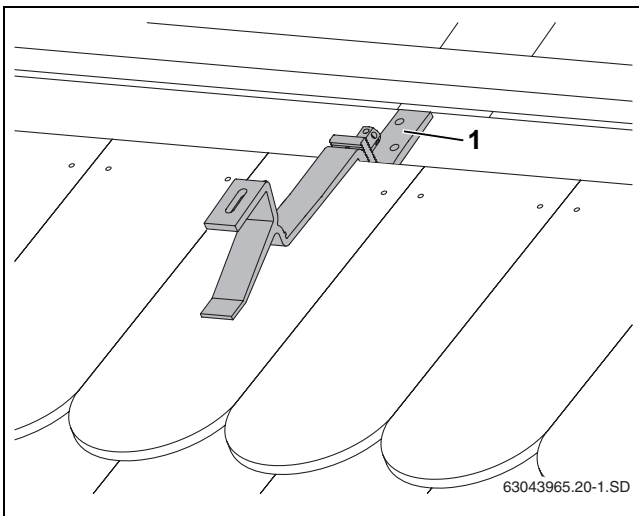

Fig. 17 Cârlige de acoperiș montate
- ▶ Împingeți în jos partea inferioară a cârligului de acoperiș până când aceasta se sprijină pe căprior, respectiv pe scândură/dulap (Fig. 17, [1]).